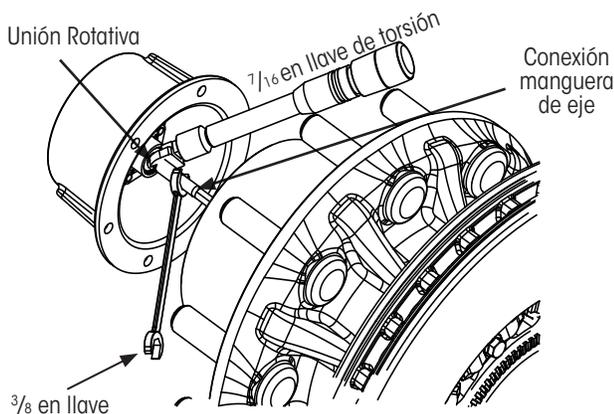

Figura 22: Conexión tapa de Maza a manguera de eje
1. Deje suficiente manguera del eje fuera del centro de la espiga para **sujetar** la conexión de la manguera del eje a la unión rotativa dentro de la tapa de maza (Figura 22).